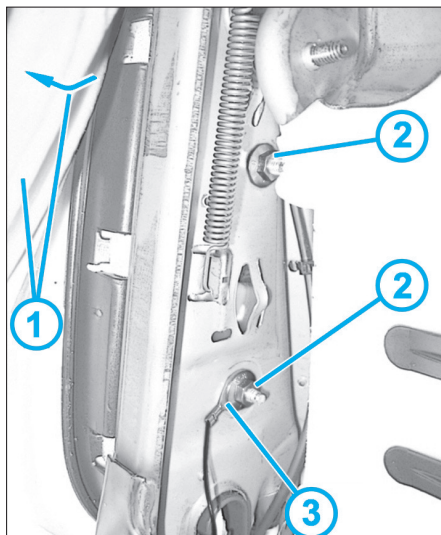

Fig. 6
- Mettre de côté la garniture du dossier (1) (Fig.6).
- Déposer les écrous (2) de l'airbag latéral avant.
- Sortir le câble de masse (3).